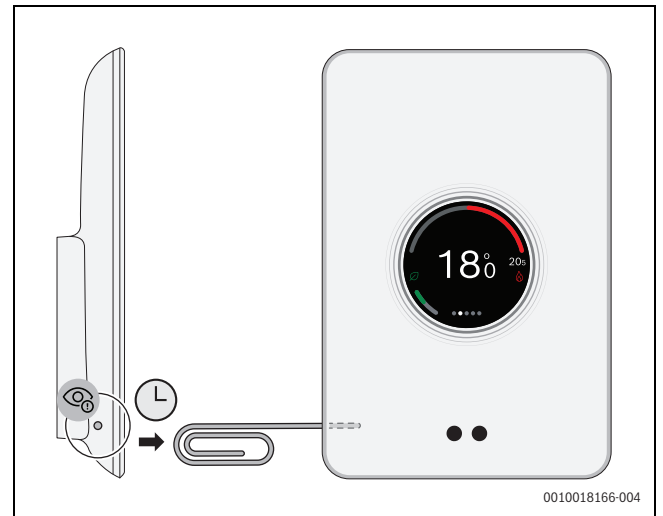

Fig. 22 Hard reset
- ▶ Tenere premuto il tasto Reset (→ fig. 22) per alcuni secondi. **Attenzione!** Tutte le impostazioni personalizzate saranno eliminate e si dovrà stabilire di nuovo la connessione WLAN (→ capitolo 5.4).